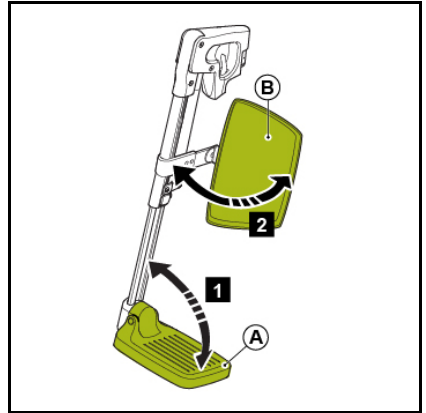

Abb. 6.1
9. Klappen Sie die Fußrasten nach oben (Bild 6.1).
10. Klappen Sie die Unterschenkelplatten (sofern zutreffend) zur Seite weg (Abb. 6.1).